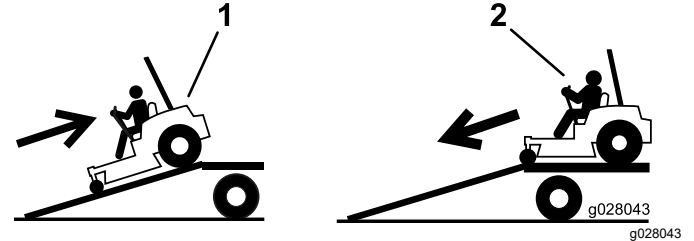

Figure 41
2. Descendez la rampe en marche avant (Figure 41).